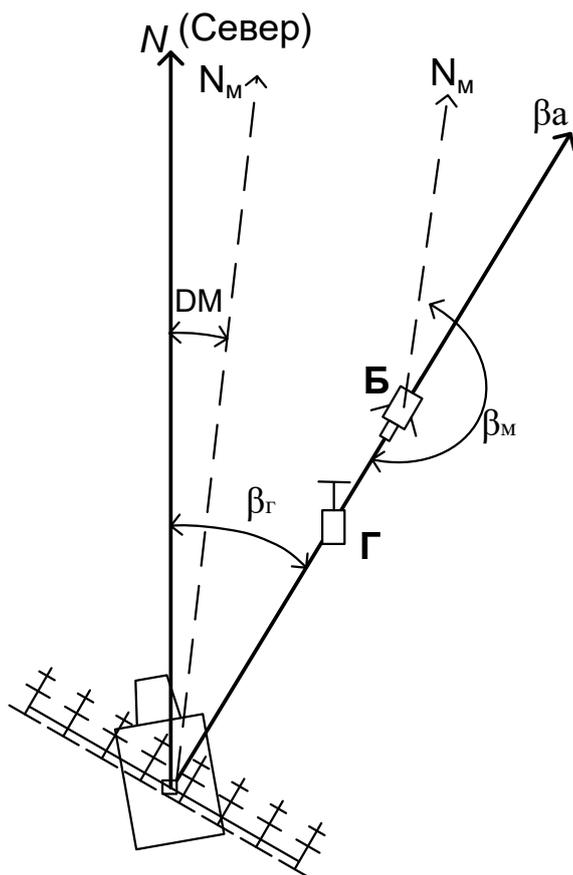

Рис. 3.3. Принцип ориентирования РЛС
- определить магнитный азимут выносного гетеродина (рис. 3.3) относительно местоположения буссоли в делениях угломера (β_m). Одно большое деление буссоли равно 6° , а одно малое – $0,06^\circ$ или $3,6'$;